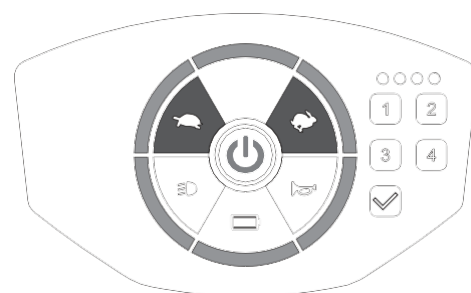

Figura 9
- Prima o switch de alimentação para colocar a scooter no modo de espera de alimentação (luz vermelha acesa) e, em seguida, prima sem soltar os botões de aceleração [🐇]/desaceleração [🐢] durante 2 segundos. A luz do painel estará totalmente acesa quando a scooter estiver pronta para a definição de retroiluminação. (Figura 9)